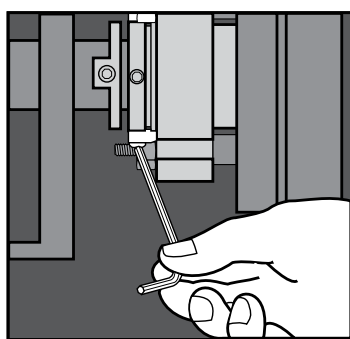

図 5
- 2.10 **キャップスクリューを緩め、ドライブカラーからセッティングディバイスを取り外します。**(図5を参照) ポンプのインペラーを再調整する場合、またはシールを修理するために取り外す場合に備え、セッティングディバイスとネジ部品を保存してください。